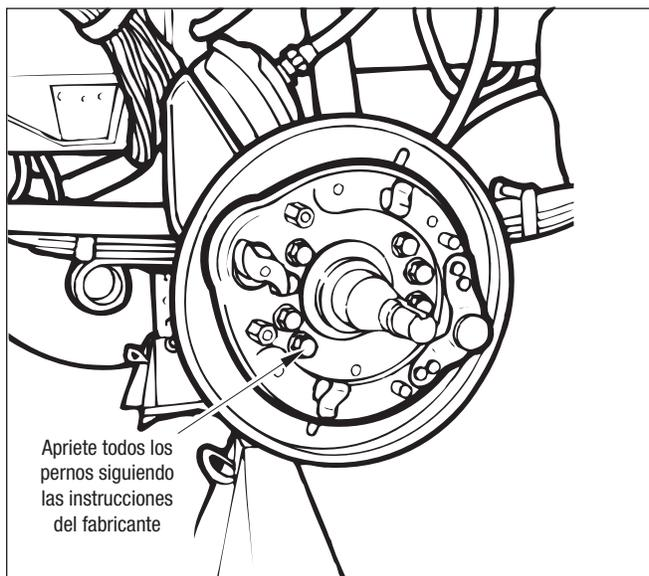

Figura 45 – Instalación de herramientas de montaje de la araña
4. Apriete las tuercas en orden siguiendo las especificaciones del fabricante, consulte la figura 45.